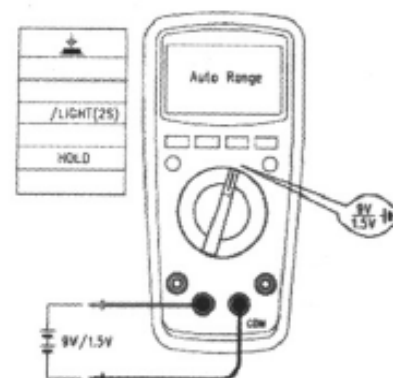

Figure 13
10) Измерение заряда батареи (применимо только UT139A) (смотреть Figure 13)